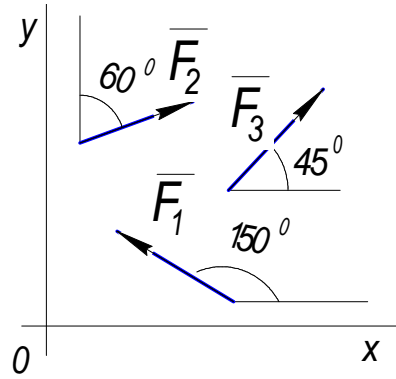
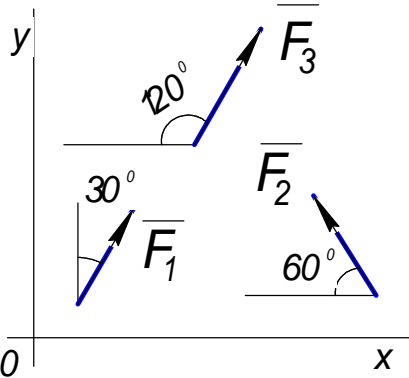

Рис.1.2.
Рис.1.3.
- 1.6. Чему равны проекции сил на ось OX (рис.1.2, рис.1.3.)?